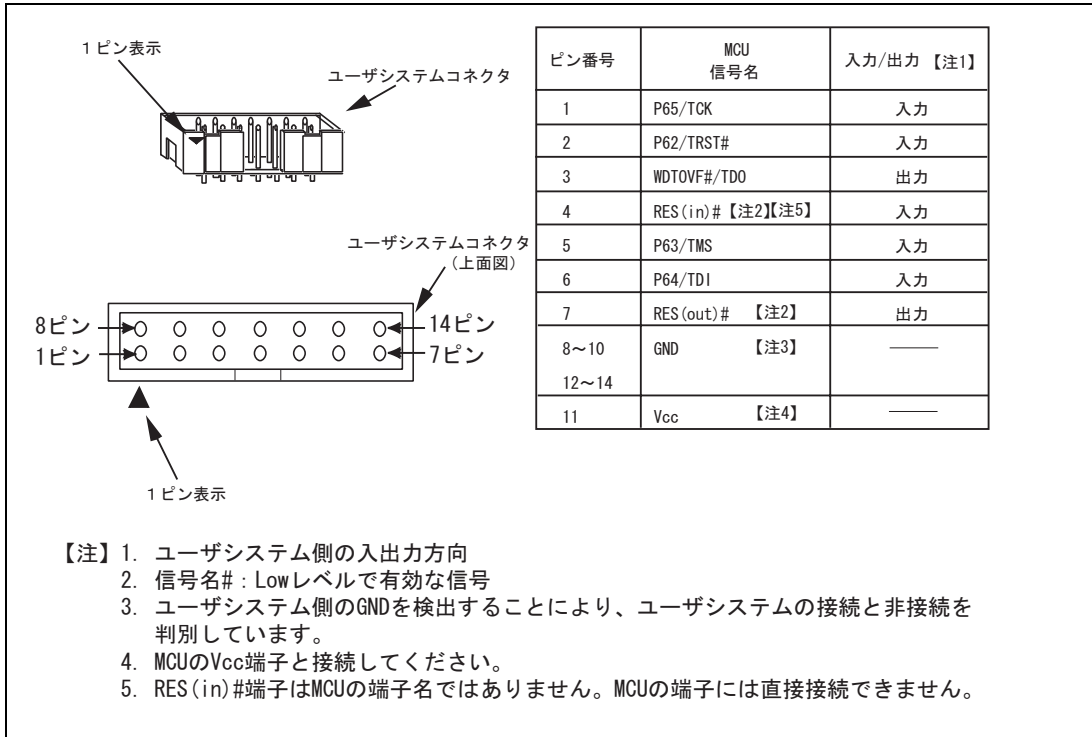

図 1.2 ユーザシステムコネクタのピン配置
ユーザシステムコネクタのピン配置を図 1.2 に示します。
(4) E10A-USBエミュレータは、1.3章「図1.2」に示す端子を使用して、MCUと通信を行います。これらの信号は基本的には使用できません。
(5) E10A-USBエミュレータ使用時、MCUの消費電力は数mA上昇します。これは、ユーザシステム電源電圧に通信信号レベルを合わせるため、ユーザ電源でICを駆動しているためです。
(6) デバッグで使用したMCUは製品に使用しないでください。フラッシュメモリの書き換え回数が増えると、リテンション問題により、数日放置しておいた場合データが消えることがあります。